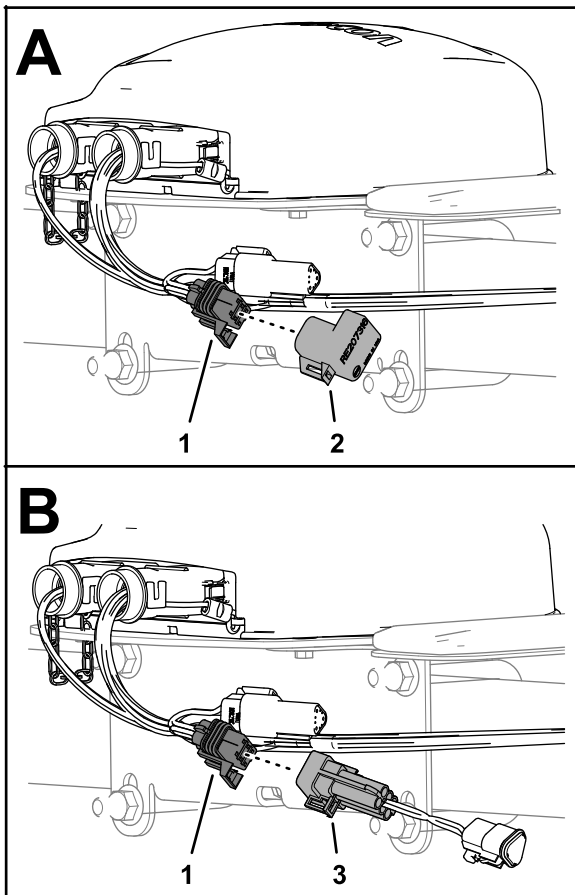

Figura 180
1. En el receptor de satélite, retire la terminación del Bus ISO del conector hembra de 6 vías del arnés GeoLink (Figura 180).
- Enchufe el conector de 6 pines del arnés adaptador – 13 cm (5") – en el conector hembra de 6 vías del arnés GeoLink (Figura 180).